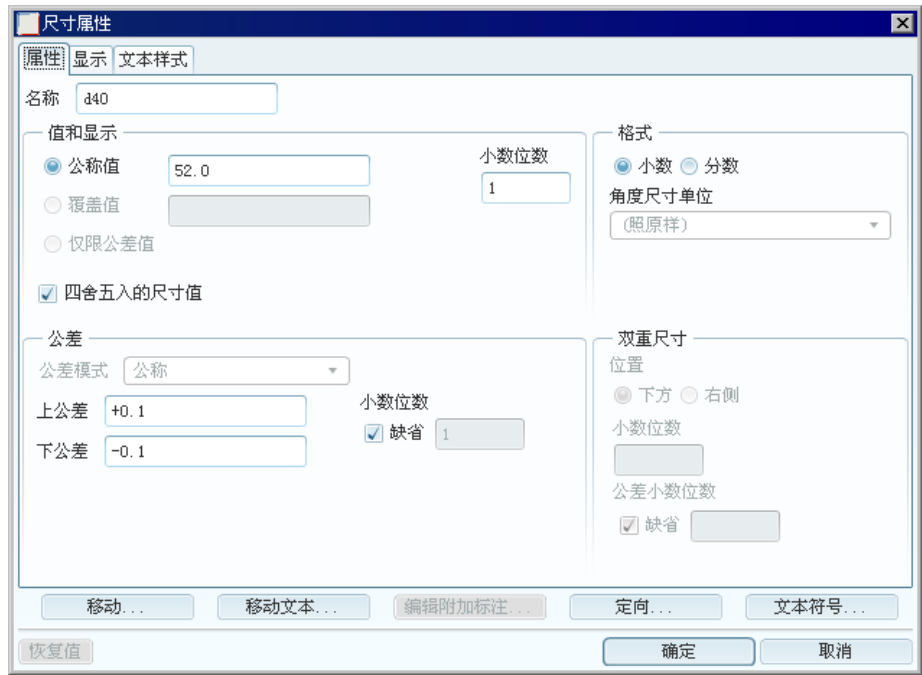

图 5.9.5 “属性”选项卡
Step3. 在“尺寸属性”对话框中，可以在 **属性** 选项卡（如图 5.9.5 所示）、**显示** 选项卡（如图 5.9.6 所示）以及 **文本样式** 选项卡（如图 5.9.7 所示）中进行相应修饰项的设置修改。